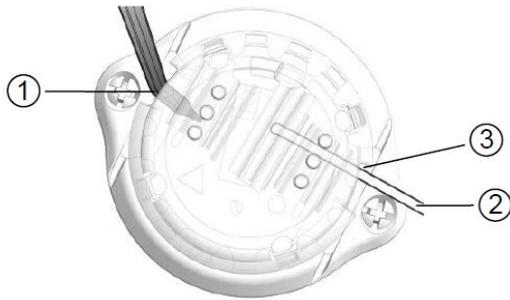

Figura 35. Desencajar la tapa de la base.
2. Inserte la punta de plástico de la herramienta de inserción en la ranura de salida abierta de la tapa (Figura 35).